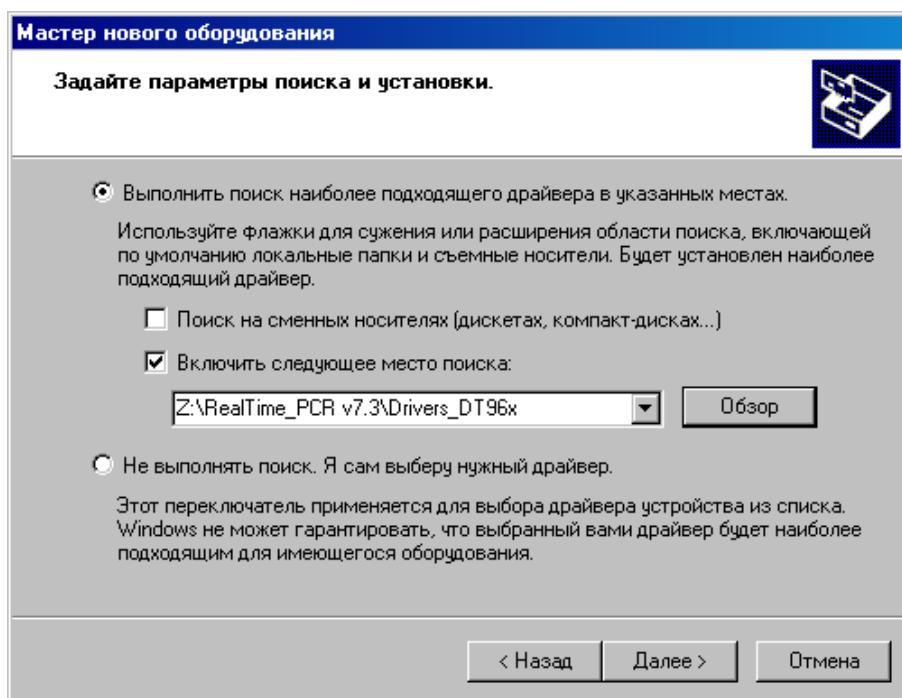

Рис.8. Поиск папки Drivers_DT96x на компакт-диске
- В окне задания параметров поиска и установки (Рис.8) укажите путь к папке с драйвером для чего поставьте галочку в окошке **Включить следующее место поиска** и нажмите кнопку **Обзор**.
- Убедившись, что путь к папке с драйвером в окне (Рис.8) указан правильно, нажмите кнопку **Далее >**.